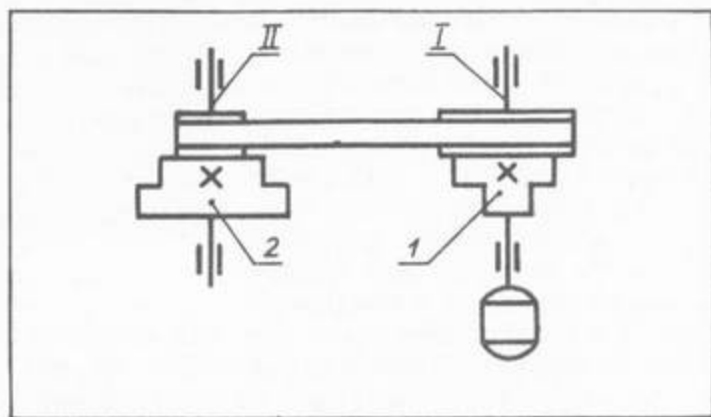

Рис. 1
1. Какой шкив (рис. 1) является ведомым? Ответ: 2.
2. Какова частота вращения вала II (рис. 1)? А — максимальная, Б — средняя, В — минимальная. Ответ: А.